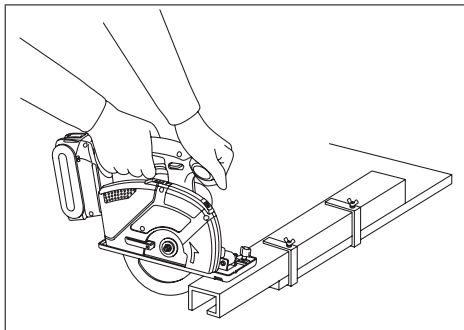
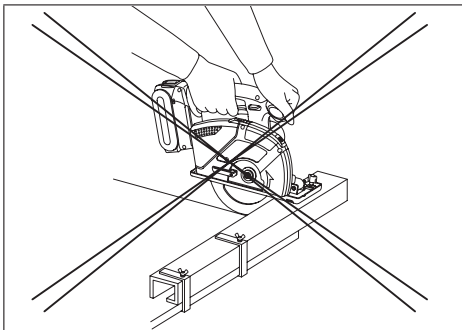

Abb. 17
Abb. 18
1. Setzen Sie die breitere Fläche des Gleitschuhs auf den fest abgestützten Teil des Werkstücks. (Siehe Abb. 17.) Die Säge niemals auf den Bereich aufstützen, der abgesägt wird. (Siehe Abb. 18.) Die Metallsäge mit beiden Händen fest fassen, um einen Verlust der Kontrolle zu verhindern. Unvorsichtiges Arbeiten kann zu schweren Verletzungen führen.